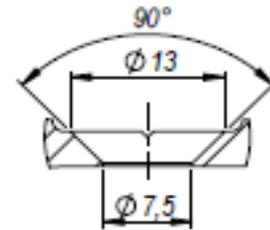

Abbildung 2:
- 10 x Senk. Schraube/Dübel-Verbindung für das Ladeprofil (Abbildung 2)